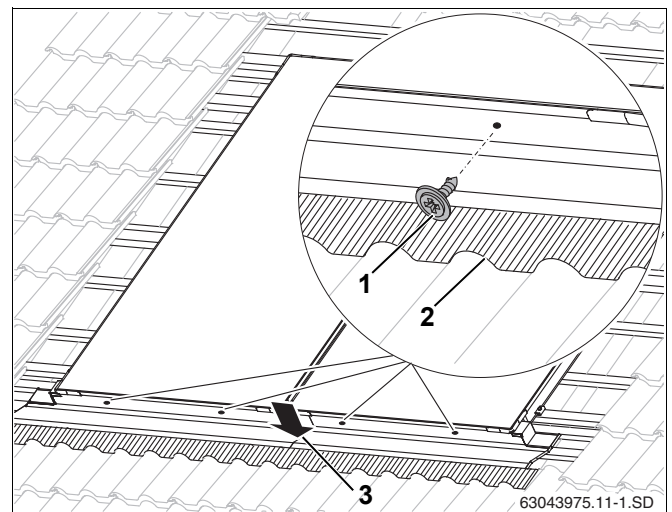

Рис. 48 Крепление нижних листов
- ▶ Заверните саморезы (длиной 12 мм, рис. 48, **поз. 1**) с уплотняющими шайбами.
- ▶ Прижмите верхний лист к нижнему (рис. 48, **поз. 3**).
- ▶ Осторожно подгоните фартуки в передней зоне контура черепицы (рис. 48, **поз. 2**).